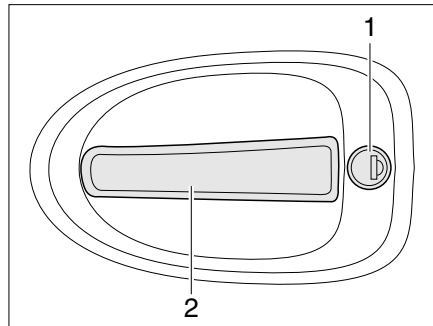

Bild 39 Türschloss Fahrertür, außen
Öffnen: ■ Schlüssel in Schließzylinder (Bild 39,1) stecken und drehen, bis das Türschloss entriegelt ist.
■ Am Türgriff (Bild 39,2) ziehen. Die Tür ist geöffnet.
Verriegeln: ■ Schlüssel in Schließzylinder (Bild 39,1) stecken und drehen, bis das Türschloss verriegelt ist.